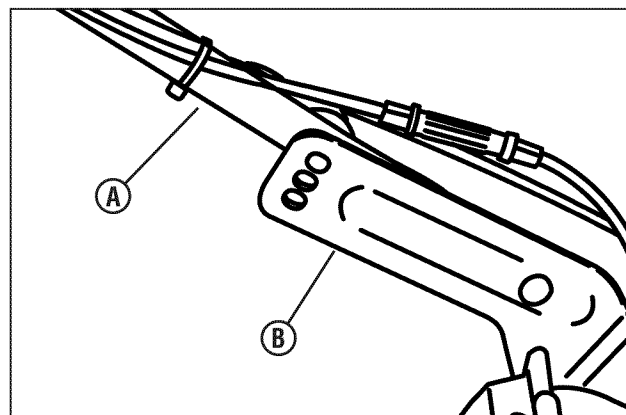

Figura 5: Ajuste de la altura del mango
1. Retire las perillas y los pernos de cabeza de hongo asegurando la manilla inferior (A, Figura 5) hacia los soportes de montaje (B).